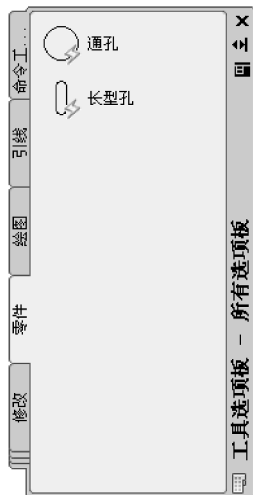

图 9-34 创建及修改工具选项板
3) 将“通孔”块与“长型孔”块拉入【零件选项板】中, 结果如图 9-34 所示。